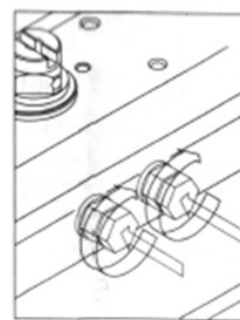

Рисунок 15
г) Сборка стопорных винтов (02), и регулирование хода рисунок 15: